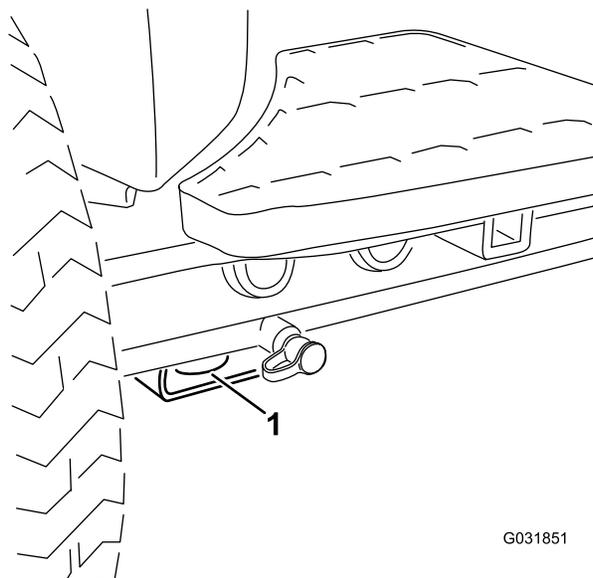

Figura 96
- **Parte anteriore della macchina** – Il foro nel supporto rettangolare, sotto il tubo dell'assale, all'interno delle ruote anteriori (Figura 96).